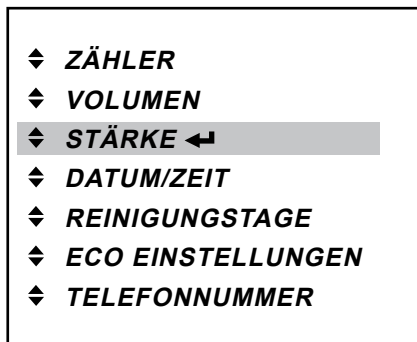

Abb. 40
1. Drücken Sie die Entertaste **↵**, um das Menü «STÄRKE» aufzurufen. (Abb. 40)